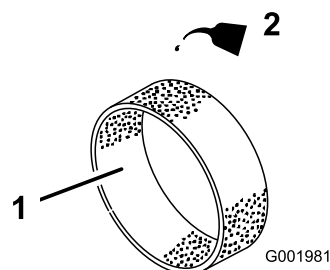

Figura 45
4. Ponga 30-60 ml de aceite en el elemento (Figura 45).